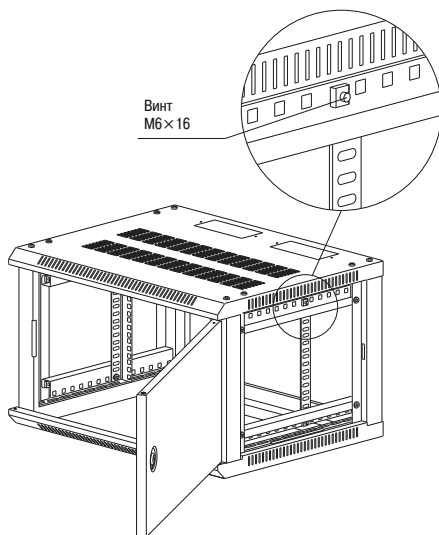

Рисунок 15
4.3.4 Вставьте кузовные гайки в планки на нужной глубине шкафа и закрепите монтажные профили на планках винтами M6×16 (рисунок 15).